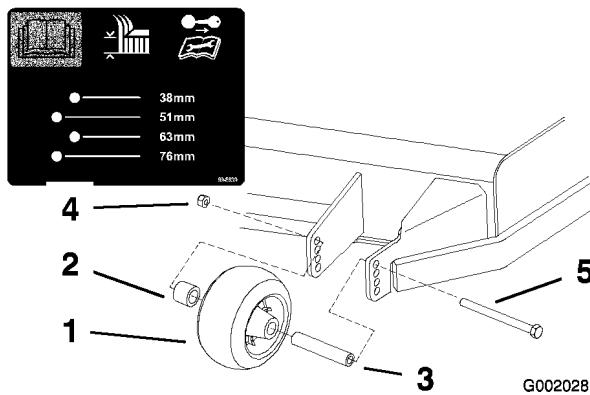
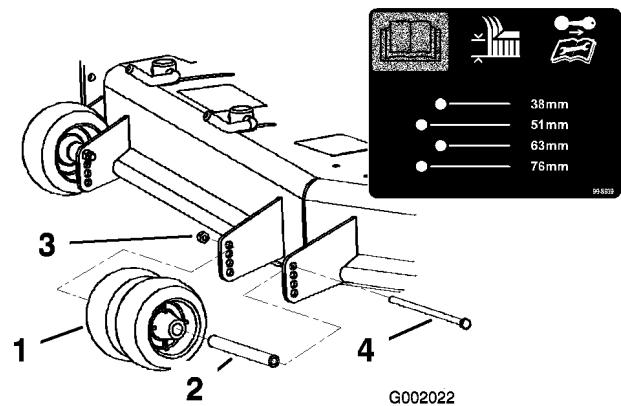
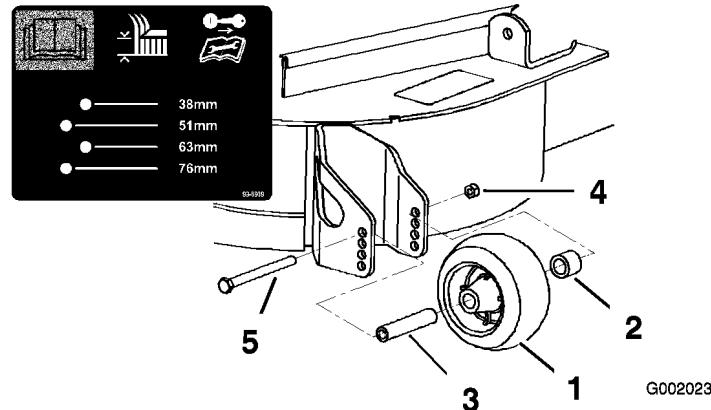

Figura 20
Figura 21
Figura 22
3. Una volta regolata l'altezza di taglio, regolate i rulli togliendo il dado flangiato, la boccola, il distanziale e il bullone (Figura 20, Figura 21 e Figura 22).
- Nota:** I due rulli centrali sono privi di distanziale (Figura 21).
5. Montate il dado flangiato, la boccola, il distanziale e il bullone. Serrate a 54-61 Nm (Figura 20, Figura 21 e Figura 22).